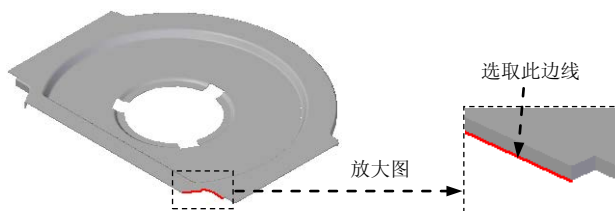
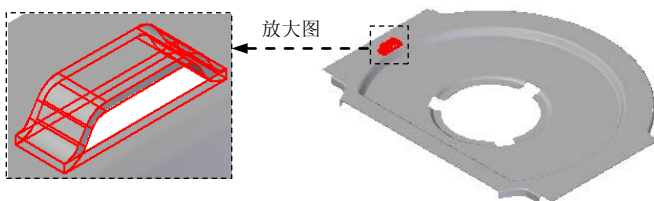

图 8.5.20 选取路径
图 8.5.22 加强筋特征 1
(1) 选择命令。单击“主页”功能选项卡中“钣金”工具栏中的“轮廓弯边”按钮.
(2) 定义特征的截面草图。
① 选取路径。在系统的提示下, 选取图 8.5.20 所示的模型边线为路径, 在“轮廓弯边”命令条中的位置: 文本框中输入值 0, 并按 Enter 键, 进入草图绘制环境。
③ 单击“主页”操控板中的“关闭草图”按钮，退出草图绘制环境。
(3) 确定轮廓弯边的延伸量及方向。在“轮廓弯边”命令条中单击“延伸步骤”按钮；单击“链”按钮，选取图 8.5.20 所示的模型边线，单击鼠标右键。
(4) 单击按钮，完成特征的创建。
Step9. 创建图 8.5.22 所示的加强筋特征 1。